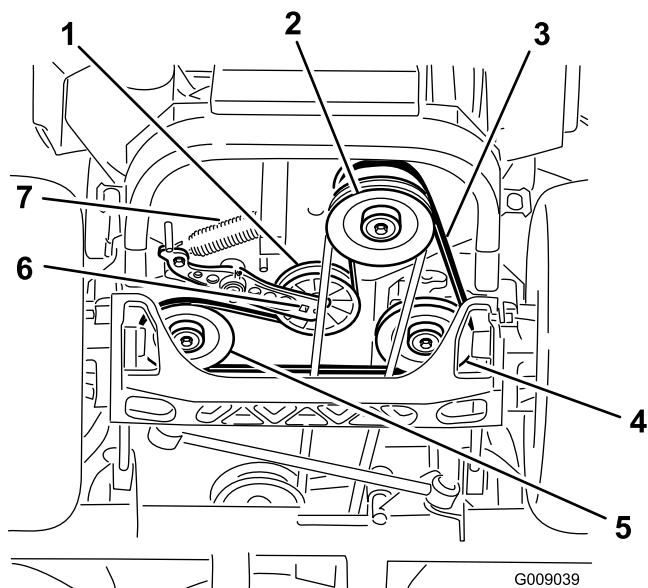

Figure 80
4. Soulevez la machine sur des chandelles (Figure 80).
5. Insérez un rochet dans le trou carré du bras de la poulie de tension pour déposer le ressort de la poulie de tension (Figure 80).
6. Décrochez le ressort de la poulie de tension du châssis (Figure 80).
9. Insérez un rochet dans le trou carré du bras de la poulie de tension pour installer le ressort de la poulie de tension sur le châssis (Figure 80).